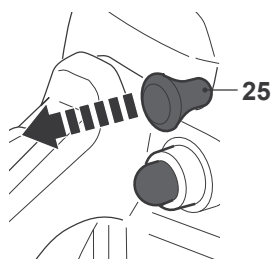
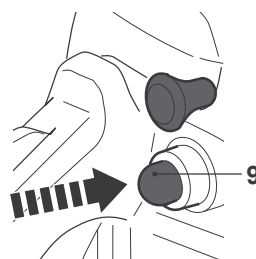

Fig. 25
Fig. 26
- > Sortez le starter [25] en position fermée (position de démarrage) (Fig. 25). Actionnez l'amorce (9) jusqu'à ce que la poire soit complètement remplie de carburant (Fig. 26).